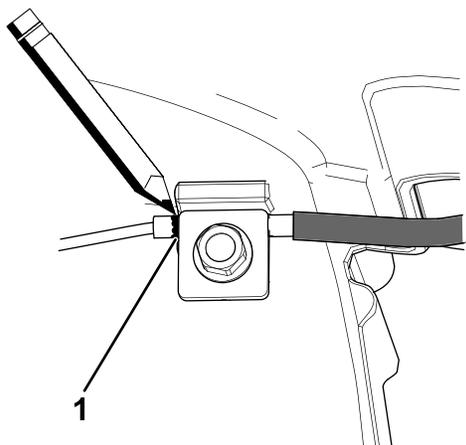
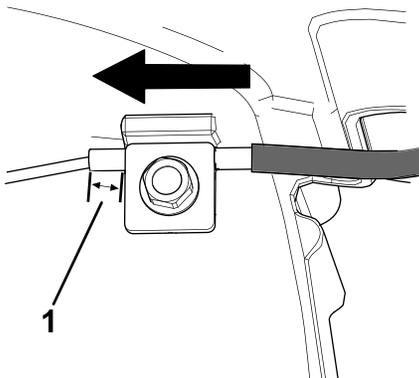

Figura 36
Figura 37
7. Marque el cable de freno (Figura 36), luego ajuste la cubierta hasta que quede aproximadamente 8 mm (5/16") de holgura (Figura 37).